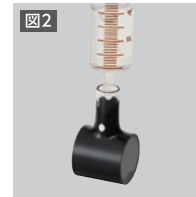
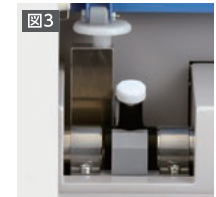

図2 セルへ測定溶媒を注入
図3 セルを装置へセット
- ④ 油分が抽出された溶媒をセルに入れ【図2】、OCMAにセットし測定する。【図3】
- ③ ②の工程が完了後に抽出に使用した溶媒を計量する。
- ④ OCMAの測定設定画面から測定値単位をmg/PCに設定し、③で記録した溶媒の量と部品数を入力する。※測定値単位 mg/PC (PC=piece:部品1個あたりの油分量)
- ⑤ 油分が抽出された溶媒をセルに入れ【図2】、OCMAにセットし測定する。【図3】